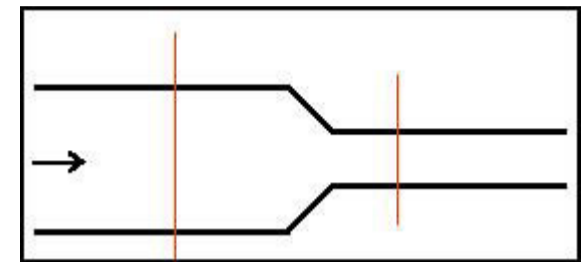

Fig. 2 : Schéma d'un conducteur
L'amplitude de ce courant électrique est caractérisée par le flux d'électrons par unité de temps et donc le nombre d'électrons par seconde qui passe dans la section du conducteur. Si l'on a un conducteur qui a la forme de la Figure 2 avec une section large (sur la gauche) et une section plus étroite (sur la droite), le débit des électrons sera le même à l'intérieur des deux sections. Ce débit s'appelle l'intensité (I) du courant qui est exprimée en Ampères.